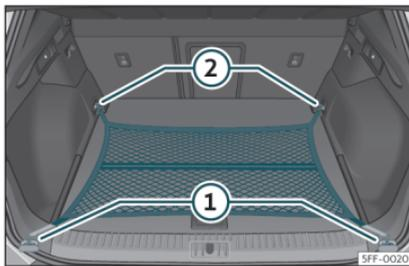

Fig. 112 Dans le coffre à bagages : sac pour filet accroché au niveau du plancher.
- Fixez les crochets du filet aux œillets d'arrimage ① et ② »» **fig. 112** »» ⚠. La fermeture à glissière du sac doit rester vers le haut.